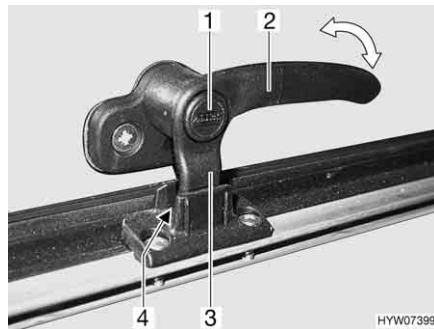
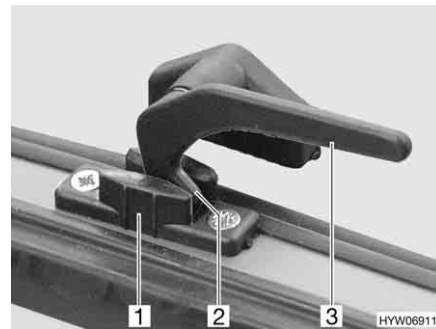

Fig. 83 Levier de verrouillage avec bouton de sécurité en position "Aération permanente"
Fig. 84 Levier de verrouillage en position "Aération permanente"
- En position "Aération permanente" (Fig. 83 et Fig. 84)
- S'il existe, appuyer sur le bouton de sécurité (Fig. 83,1) et le maintenir enfoncé.
- Tourner le levier de verrouillage (Fig. 83,2 ou Fig. 84,3) d'un quart de tour vers le centre de la fenêtre.
- Remettre le levier de verrouillage en position initiale. Le tenon de verrouillage (Fig. 83,3 ou Fig. 84,2) du levier de verrouillage doit pénétrer alors dans le logement prévu à cet effet dans le verrouillage de fenêtre (Fig. 83,4 ou Fig. 84,1).
- Relâcher le bouton de sécurité (Fig. 83,1) s'il y en a un.